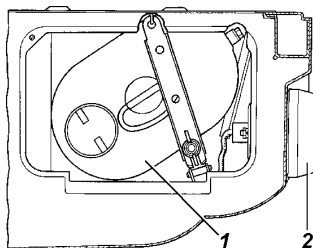

Рис. 9.3. Размещение масляного бачка:
**Бачок для масла** устанавливайте, как показано на рис. 9.3.